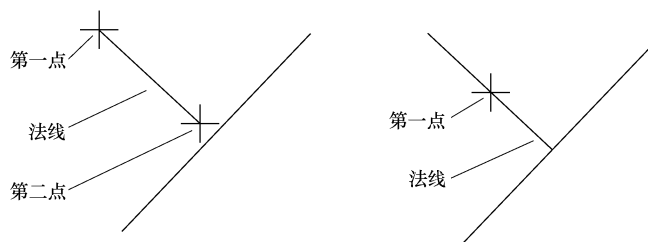

图 2-22 直线的法线
1) 单击立即菜单中的【切线】选项, 则该选项内容变为“法线”。按照改变后的立即菜单进行操作, 将绘制出一条与已知直线相垂直的直线, 如图 2-22 所示。选择【切线】选项, 则绘制出一条与已知直线相平行的直线。